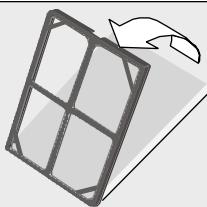

Fig. 29
□ Comprobar que el filtro purificador está colocado en el posicionador, en caso contrario instálelo como se indica en la Fig 29. La parte negra del filtro será la que deba estar en contacto con el posicionador.